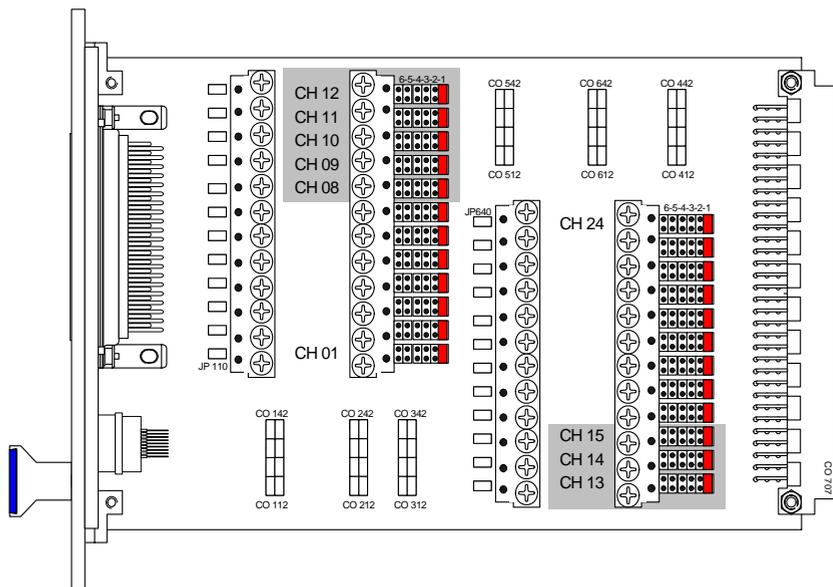

図 4-8 ES1395.1 のジャンパ
- 使用するチャンネル1（図 4-8 を参照してください。）のジャンパをセットし、負荷が適切なバッテリー電圧（BN0 ~ BN4 または -UBatt、51 ページの表 4-15 を参照してください）に接続されるようにします。